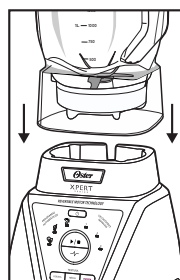

Fig. 18
5. Vire a jarra e coloque-o sobre a base do motor (Fig. 18).